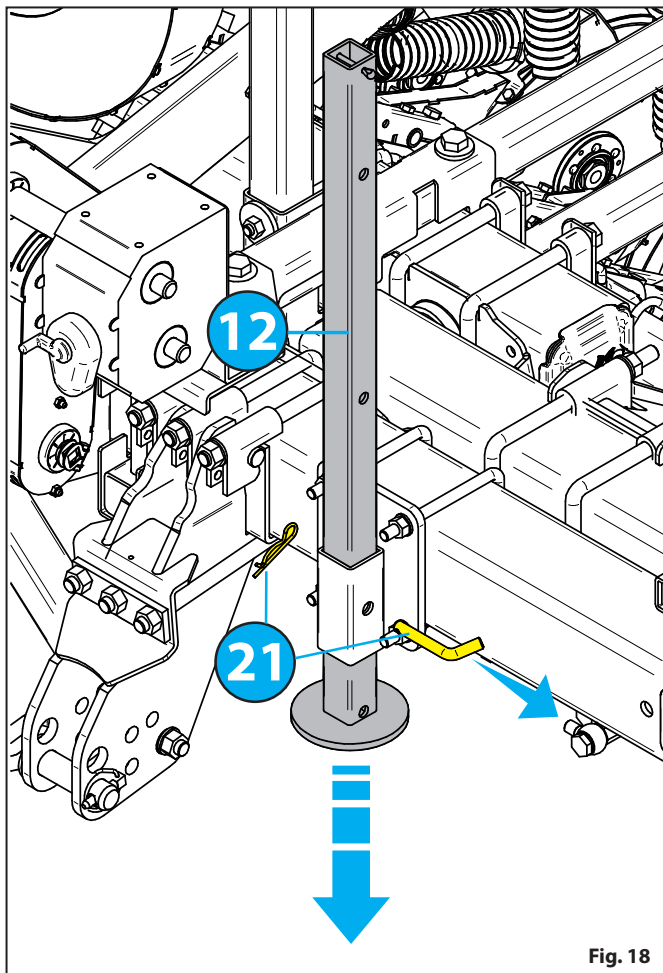

Fig. 18
- Wyciągnąć sworznie 21 i opuścić podpory spoczynkowe 12 "Fig. 18".